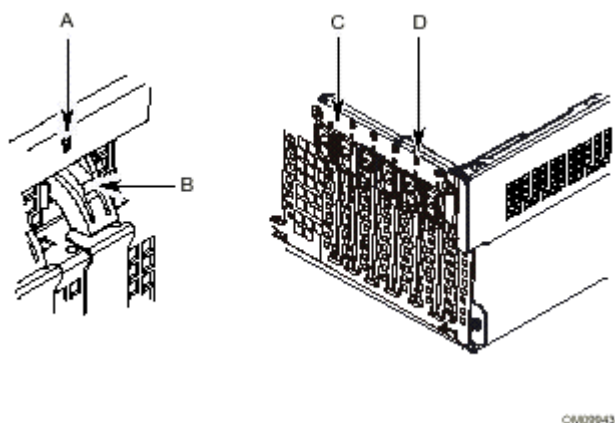

图3.11 PCI热插拔固定装置
9. 将PCI热插拔(PHP)保持装置向后按下。这样就可以将卡固定住。参见图3.11。